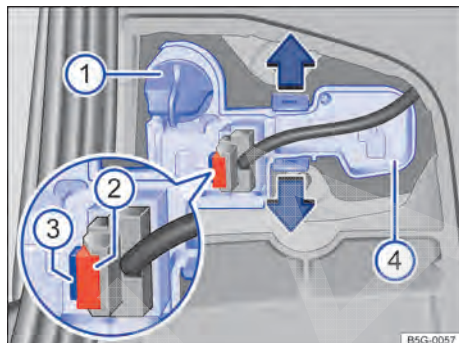

Fig. 204 Na tampa do compartimento de bagagem: remover o suporte da lâmpada.
4.	Girar o suporte da lâmpada → Fig. 204 ⓘ até o batente no sentido anti-horário e retirar junto com a lâmpada incandescente para trás, puxando para trás.